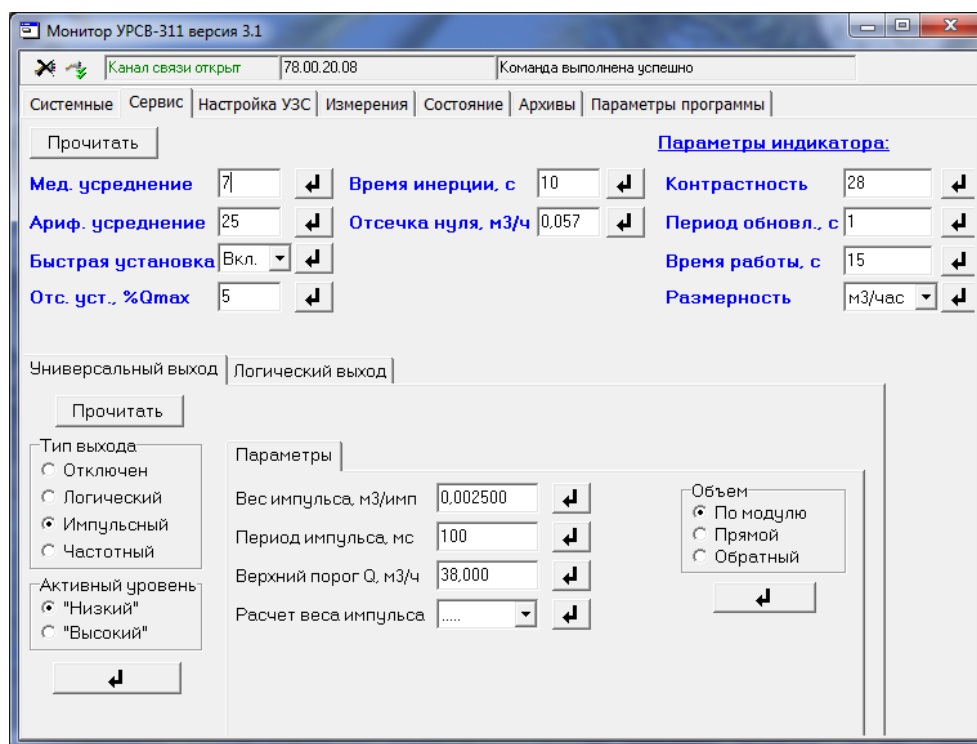

Рис.9. Вид вкладки «Сервис» приложения «Монитор УРСВ-311».
- 4.1.3. На вкладке «Сервис» (рис.9) возможна настройка параметров обработки УЗС, установка значения контрастности и времени работы ЖКИ, выбор размерности измеряемого расхода.